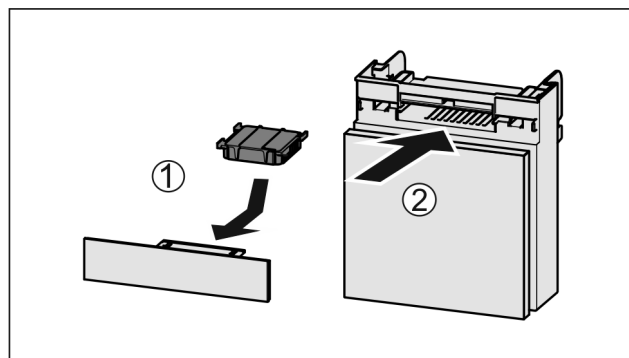

Fig. 255
- ▶ 按图装入 Fig. 255 (1) 活性炭过滤器。
- ▶ 推入 Fig. 255 (2) 抽屉。